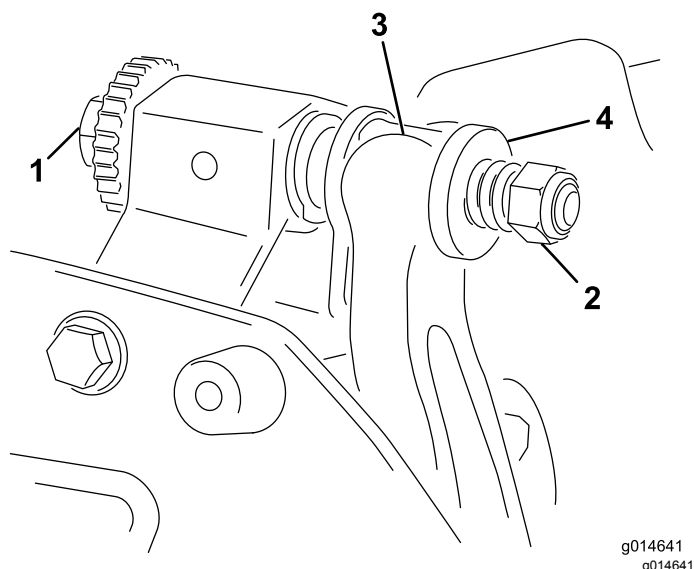

Figura 18
1. Rode o parafuso de ajuste da barra de apoio no sentido contrário ao dos ponteiros do relógio, para afastar lâmina de corte do cilindro (**Figura 18**).
2. Faça recuar a porca da mola tensora até que a anilha deixe de estar sob tensão contra a barra de apoio (**Figura 18**).